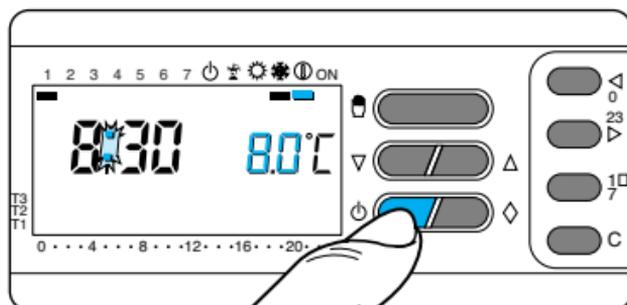

Fig. 52
10.1 - Premere una sola volta il pulsante ⏻ (fig. 52).